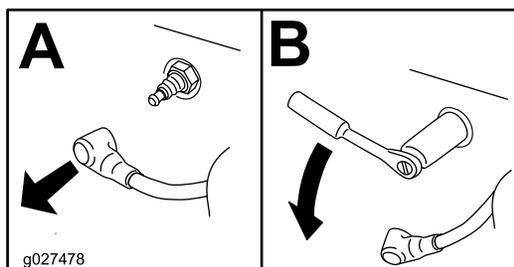

Рисунок 28
4. Снимите свечу (свечи), как показано на Рисунок 28.